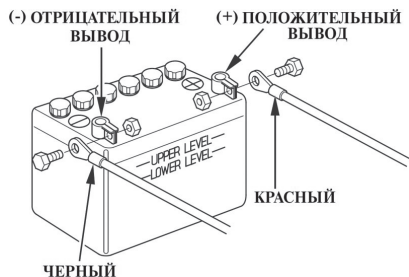

Рис. 17 Подключение аккумуляторной батареи
1. Присоедините красный провод к положительному выводу (+) аккумуляторной батареи. Присоедините черный провод к отрицательному (-) выводу аккумуляторной батареи (Рис. 17).